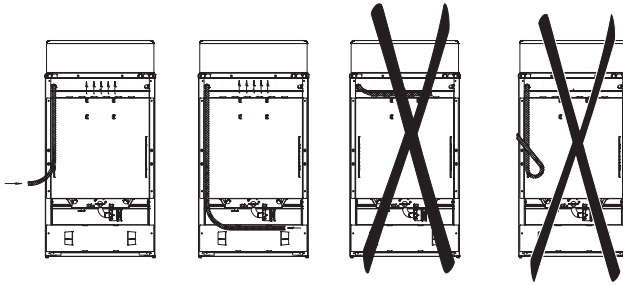

рис. 5
**Помните!** После установки плиты на место обязательно проверьте положение гибкого шланга подвода газа (рис. 5). Он не должен проходить над дымоходом и касаться задней стенки плиты. Во время работы духовки там возникает высокая температура, которая может его повредить.